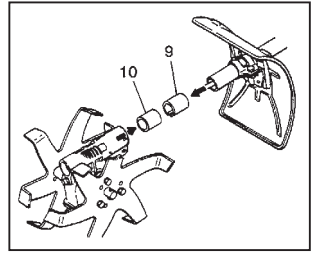

Fig. 3
NOTE: If your unit has the pipe dia. 26mm which has larger sized shaft pipe, remove the bracket collar (9) and gear case collar B (10) and install. (Fig. 3)
HINWEIS: Falls Sie ein Gerät mit einem Rohrdurchmesser von 26 mm verwenden, das über ein größeres Wellenrohr verfügt, demontieren Sie vor der Montage den Haltebund (9) und den Getriebegehäusebund B (10). (Abb. 3)